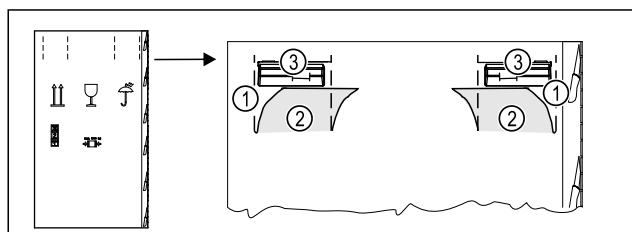

Fig. 6
- ▶ Utisnite kartonsku ambalažu na vrhu perforacije Fig. 6 (1).
- ▶ Izvucite utisnute spojnice Fig. 6 (2).
- ▶ Ručka za nošenje Fig. 6 (3) s desne i lijeve strane je vidljiva.
- ▶ Držite uređaj za ručke za nošenje Fig. 6 (3).